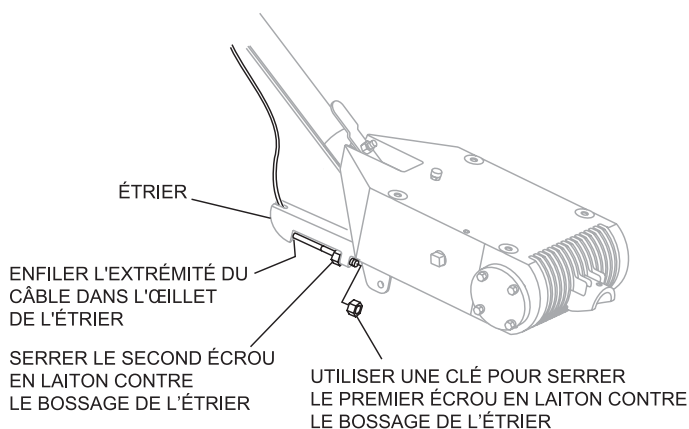

Figure 14. Fixation de l'étrier du câble
5. Insérez l'extrémité du câble dans l'œillet de l'étrier (Figure 14). Serrez le premier écrou de réglage en laiton pour éliminer tout le mou du câble.